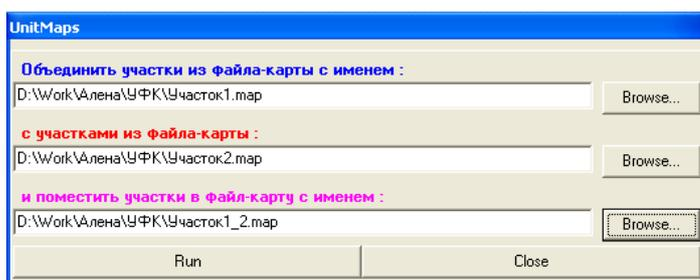

Рисунок 2.61
- с помощью клавиши «Browse...» третьей строки задайте путь и имя вновь создаваемого файла (рисунок 2.61);